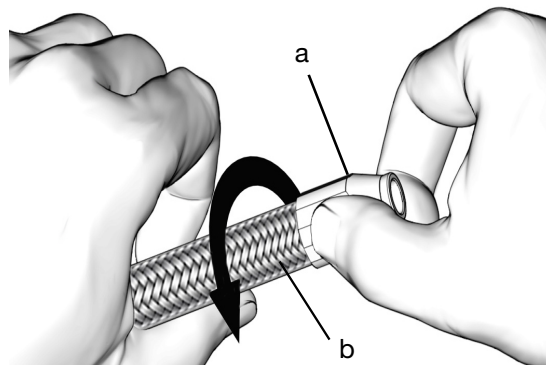

FIG. 62
4. Deslice el casquillo (a) sobre el extremo cortado de la manguera (b). Apriete el casquillo a mano girándolo en sentido contrario a las agujas del reloj en la manguera (FIG. 62).